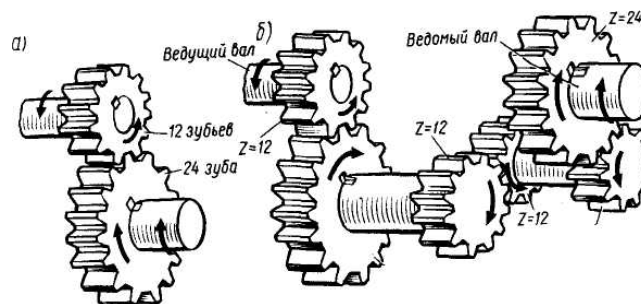

Рис. 78. Зубчатая передача.
I. Чему равно передаточное отношение (передаточное число) в зубчатой передаче, показанной на рис. 78, а, если ведущей является шестерня, имеющая 12 зубьев?
II. Чему равен крутящий момент на валу ведомого колеса (см. рис. 78, а), если к валу ведущего приложен момент 4 Нм?(В ответе указать величину, численно равную крутящему моменту, выраженному в ньютон метрах).
Каково общее передаточное отношение в передаче, показанной на рис. 78, б)?
Чему равна частота вращения (в оборотах в минуту) ведомого вала (см. рис. 78, б), если ведущий вращается с частотой 24 об/мин?
Чему равен крутящий момент на ведомом валу (см. рис. 78, б), если к ведущему приложено 4 Нм?